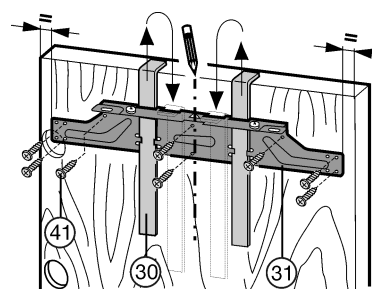

Fig. 22
- ▶ Dévisser la traverse de fixation Fig. 22 (31) au moyen des contre-écrous Fig. 22 (32).
- ▶ Suspendre la traverse de fixation Fig. 22 (31) avec les dispositifs de montage Fig. 22 (30) sur la face intérieure de la porte du meuble.
- ▶ Aligner la traverse de fixation Fig. 22 (31) au centre : tracer la ligne courte médiane sur la porte de meuble et venir y placer la pointe de flèche de la traverse.
- ▶ Aligner la traverse Fig. 22 (31) de fixation: tracer la ligne courte médiane sur la porte de meuble et venir y placer la pointe de flèche de la traverse. Décaler ensuite Fig. 22 (31) la traverse de fixation de 7/32 " (5.5 mm) en direction de la charnière.
- ▶ Fixer la traverse de fixation Fig. 22 (31) avec 6 vis Fig. 22 (41) sur le bord.
- ▶ Fixer la traverse de fixation Fig. 22 (31) avec 4 vis Fig. 22 (41) sur le bord.
- ▶ Retirer les dispositifs de montage Fig. 22 (30) en les tirant par le haut et les pousser en les tournant dans les orifices d'extraction à proximité.